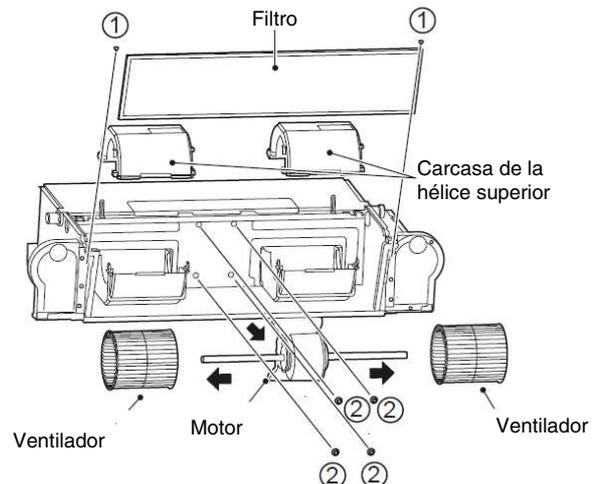

Figura 4-5 Retirada del filtro, la voluta superior y los tornillos del motor
- c) Para extraer el filtro, retire los tornillos ①x2 como se indica en la Figura 4-5. A continuación, retire la voluta superior.